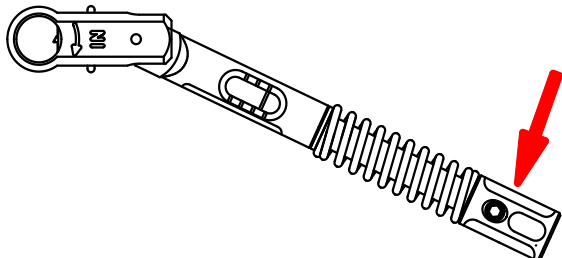

Figura 2
- Per applicare con precisione la coppia, occorre premere esclusivamente sull'impugnatura del dado di regolazione (vedere freccia nella **figura 2**).